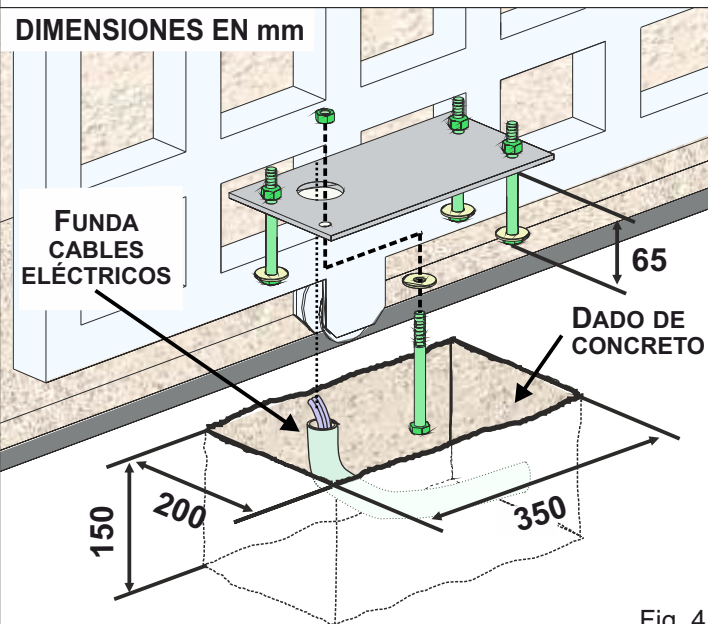

Fig. 4
2.1. Preparar, según las medidas que se muestran en la Fig. 4, una plataforma de hormigón en el cuyo interior se tapiará la placa de base mediante las tuercas de anclaje